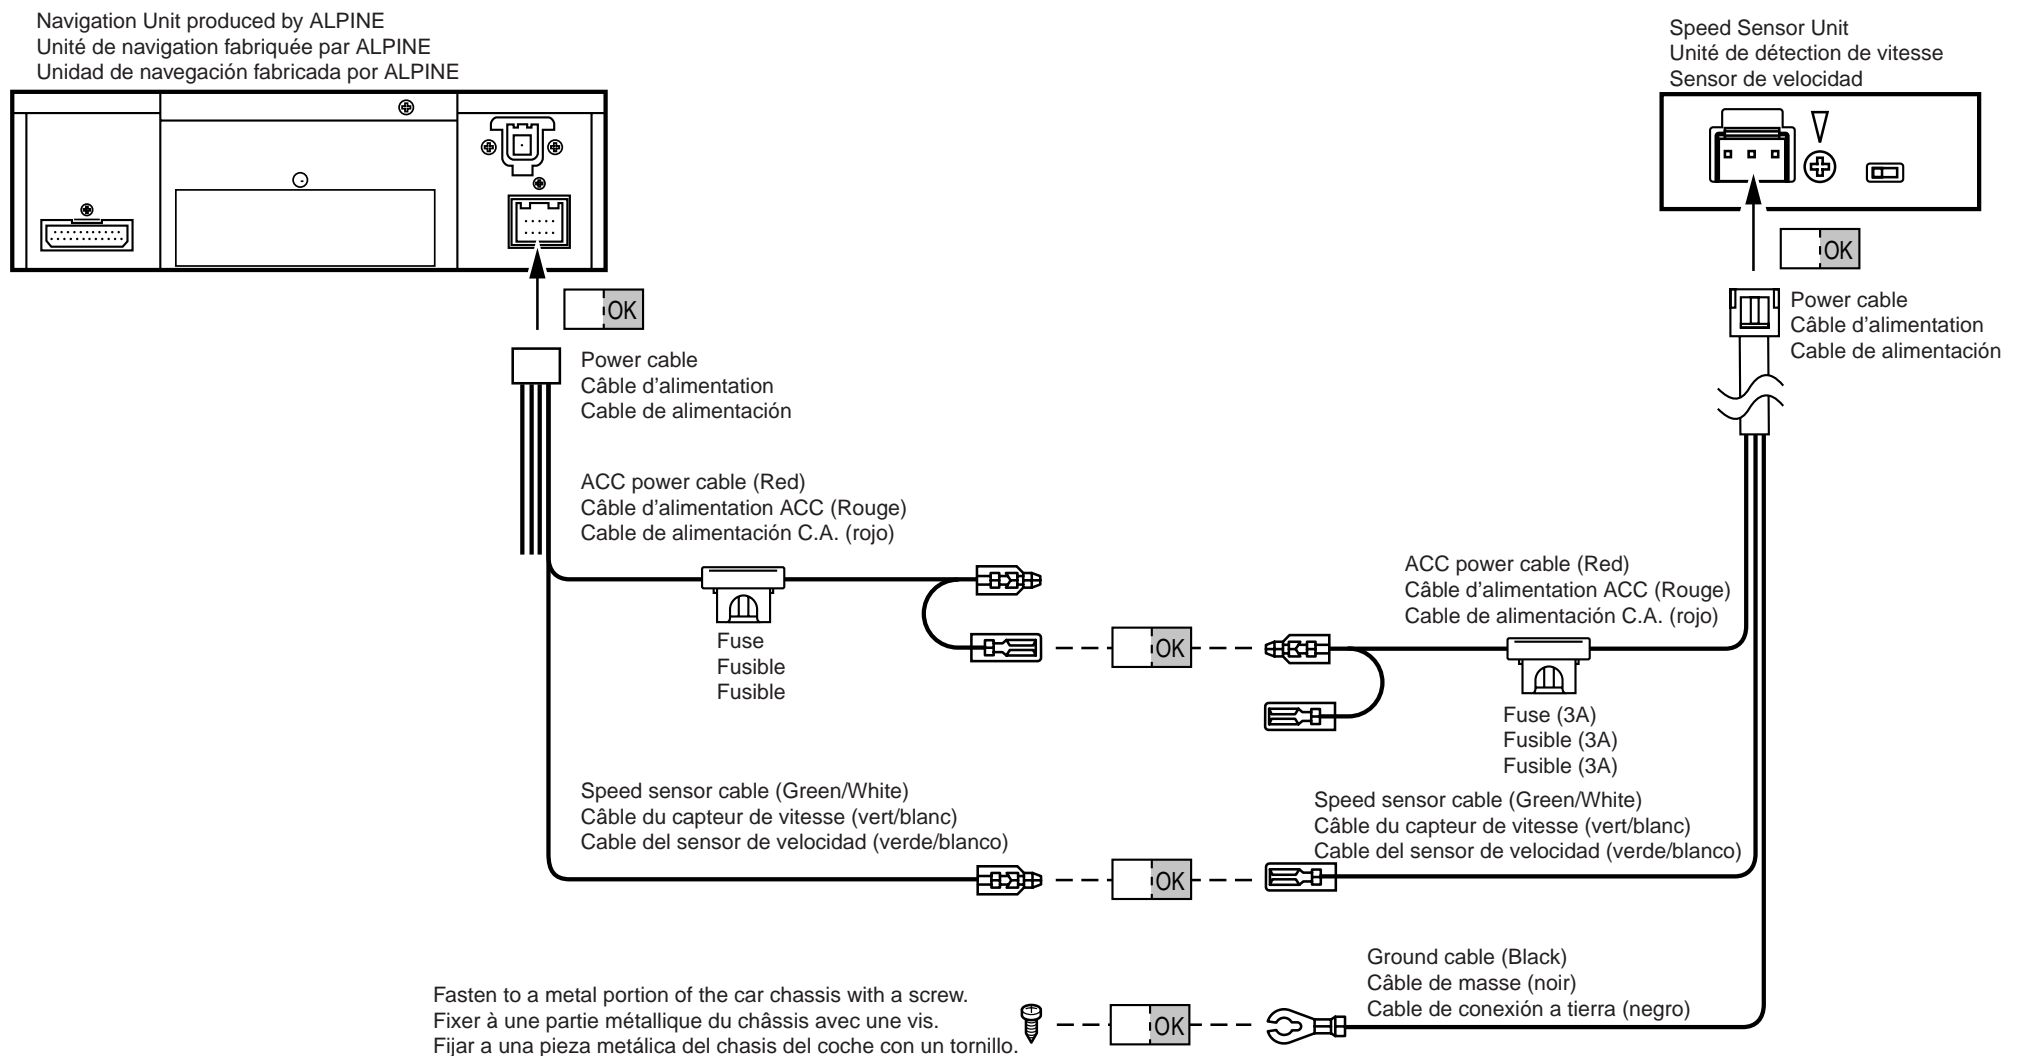

Fig. 7
- Similar connections can be made with our navigation products other than the product used in the connection example showing in Fig. 7.
- L'appareil peut être connecté de façon similaire à nos équipements de navigation autres que celui utilisé dans l'exemple de connexion de la Fig. 7.
- Se pueden conseguir conexiones similares con nuestros productos de navegación otros que el producto utilizado en el ejemplo de conexión de la Fig. 7.